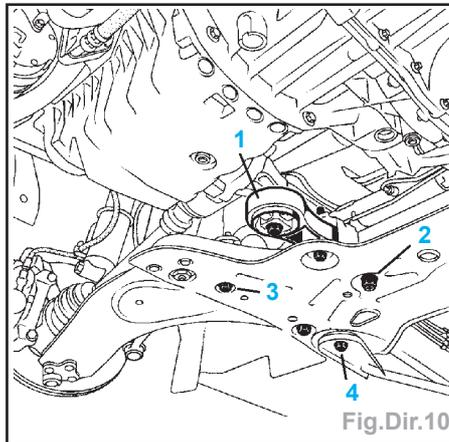

Fig.Dir.10
- la biellette anti-couple de moteur (1) (Fig.Dir.10),
- Déposer (Fig.Dir.10) :
- les deux vis de fixation avant de berceau (3),
- les deux vis de fixation arrière de berceau (4).